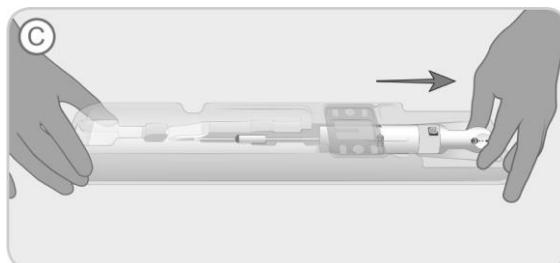

Abbildung 4. Ziehen des Gerätegriffs bis zum festen Anschlag
- C. Die Schale festhalten und den Hinterteil des Griffs (Erliegungsnocke) ergreifen und daran ziehen, bis ein fester Anschlag erreicht wurde (auf der Schale mit „C“ gekennzeichnet) (siehe Abbildung 4). Das Implantat wird jetzt in die Ladekanüle gefaltet.